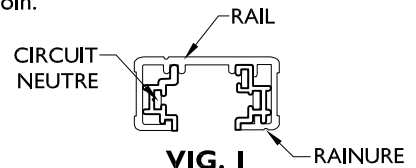

FIG. 1
A. RAIL HALO À CIRCUIT SIMPLE FIG. 1